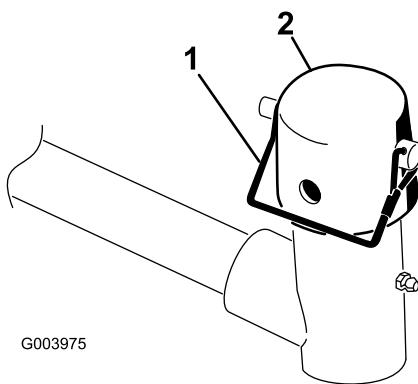

Рисунок 9
- Снимите стопорный штифт и крышку с вилки шарнира подъемного рычага (Рисунок 9).
- 11. Прикрепите крышку и вал несущей рамы к вилке подъемного рычага с помощью фиксирующего штифта (Рисунок 9).